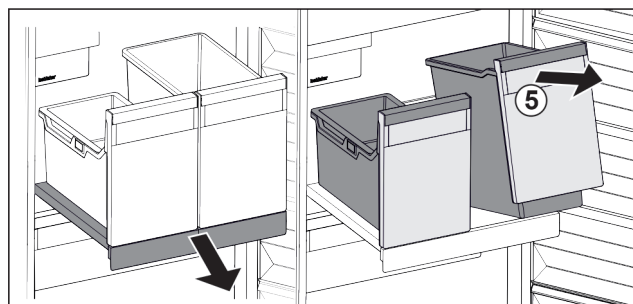

Fig. 18
- Behälter Fig. 18 (5) vorne anheben.